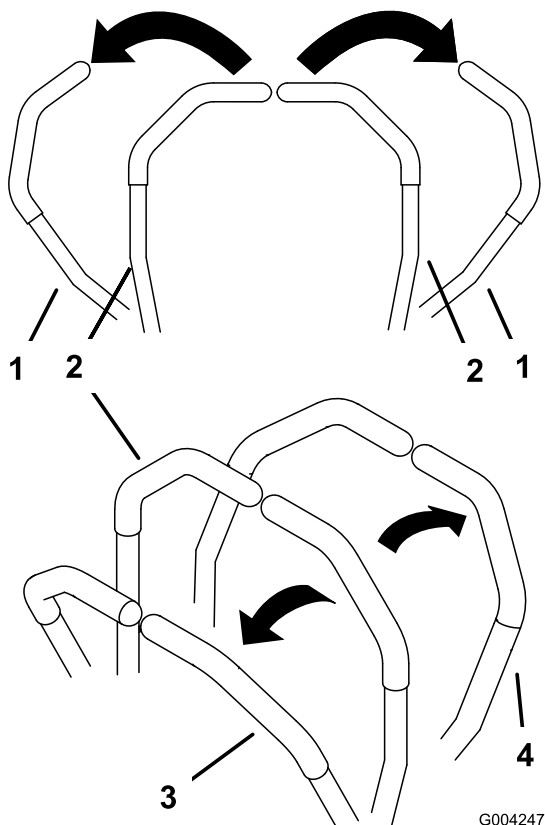

Figura 14
1. Spostate le leve di controllo del movimento (Figura 14) in fuori, in posizione di blocco in folle.
3. Per fare marcia avanti spingete lentamente in avanti le leve di controllo del movimento (Figura 14).
Per spostarvi in linea retta applicate una pressione identica su entrambe le leve di controllo del movimento (Figura 14).
Per girare, spostate la leva di controllo del movimento verso il folle, nella direzione in cui volete voltare (Figura 14).
2. Per fare marcia indietro tirate lentamente indietro le leve di controllo del movimento (Figura 14).
Per girare, rilasciate la pressione sulla leva di controllo del movimento verso la direzione in cui volete voltare (Figura 14).